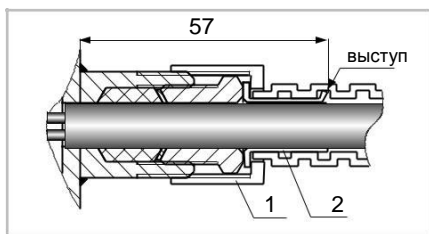

Рис.9
- устройство крепления металлорукава УKM-10(12) (рис.9), состоящие из втулок 1(сталь) и 2 (медь). Крепление может осуществляться двумя способами: 1) Наворачиванием металлорукава (диаметром 10 или 12 мм) на втулку 2, на конце которой предварительно выполняется выступ (~ 2 мм) при помощи плоскогубцев; 2) Пайкой металлорукава к втулке 2. Пример обозначения: «ПМП-165-...-УKM-10 (или